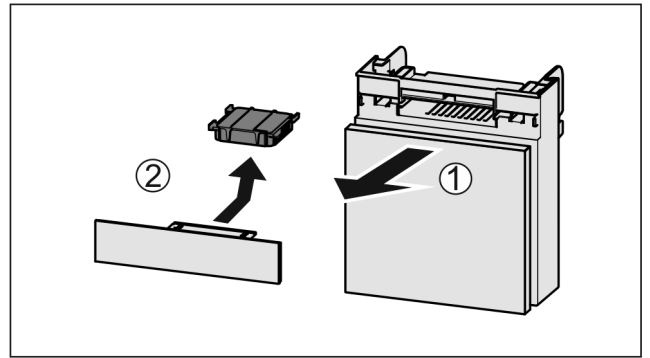

Fig. 237
- ▶ 向前拉出 Fig. 237 (1) 抽屉。
- ▶ 取出 Fig. 237 (2) 活性炭过滤器。